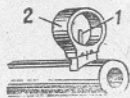

Рис. 10. Мушка с намушником
11. Мушка (рис. 10) служит для прицеливания. Она укреплена в отверстии кольцевого намушника, который вдвигнут выступом в паз основания мушки на стволе